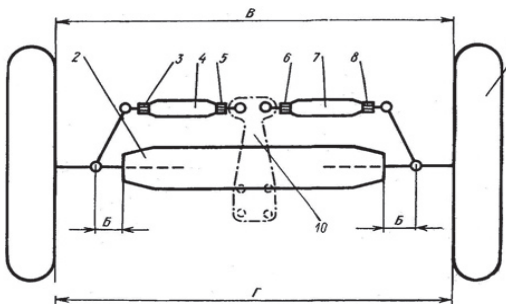

Рис. 3. Схема регулировки сходимости передних колес. 1, 9 — колеса трактора; 2 — передняя ось; 3, 5, 6, 8 — контргайки; 4, 7 — трубы рулевых тяг; 10 — сошка
- б) установите сошку 10 (рис. 3) в среднее положение, для чего подожмите до упора шуп на датчике автоматической блокировки дифференциала и, поворачивая рулевое колесо, установите его в положение, когда шуп максимально
в) проверьте, чтобы корпуса конических пар (для тракторов с ПВМ) или поворотные кулаки (для тракторов МТЗ-80) были выдвинуты на одинаковую длину Б (рис. 3) соответственно из корпуса переднего моста и трубы передней оси;
е) снова проверьте установку сошки 10 (рис. 3) в среднее положение (по щупу на датчике АБД) и разность замеров Г и В (рис. 3);